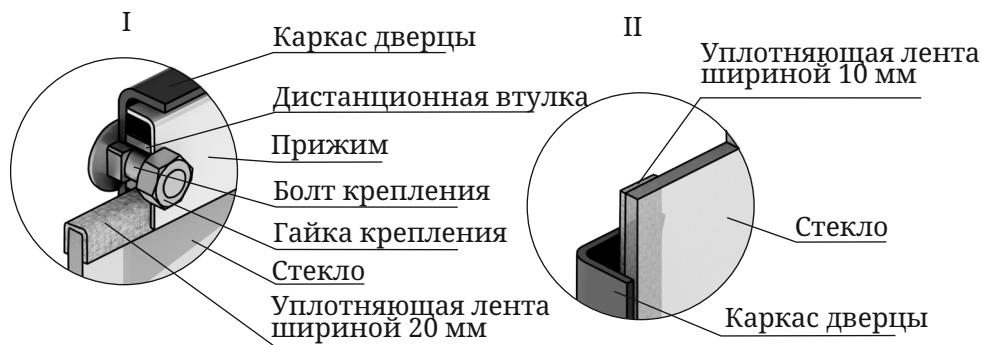

Рисунок 15. Крепление светопрозрачного экрана дверцы печи «Витрувия II»
1. Отверните две гайки, фиксирующие прижим (рисунок 15.I), демонтируйте его и дистанционные втулки.
Если на нем нет уплотняющих лент, наклейте их, лента шириной 20 мм наклеивается сверху и снизу стекла «П» - образно (рисунок 15.I), лента шириной 10 мм наклеивается вертикально, вдоль боковых сторон стекла (рисунок 15.II).
4. Вставьте стекло в упор, при этом лента, наклеенная с боковых сторон (вертикальная) должна быть зажата между стеклом и каркасом дверцы (рисунок 15.II).